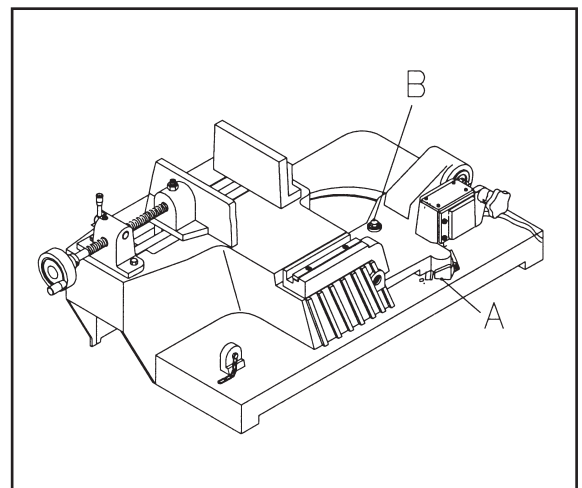

Fig. 3
Mit der PROMAC Bandsäge Modell 348C können Gehrungsschnitt von 0° -45° vorgenommen werden. Die Maschine wurde Werkseitig auf 90° justiert. Der Gehrungswinkel kann bei Punkt (A) Fig. 3 abgelesen werden. Die Einstellung ist folgend vorzunehmen:
1. Die Schraube (B) lösen.
3. Die Schraube (B) festziehen.